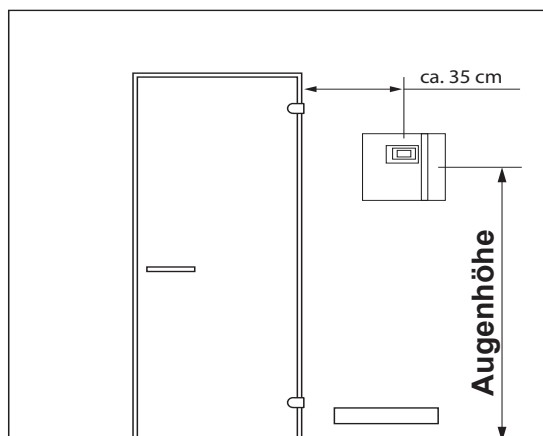

Abb. 3
1. Die Bohrungen $\varnothing$ 3 mm für die mitgelieferten Holzschrauben 4 x 20 mm werden entsprechend den in Abb. 3 + 3.1 angegebenen Maßen angebracht.